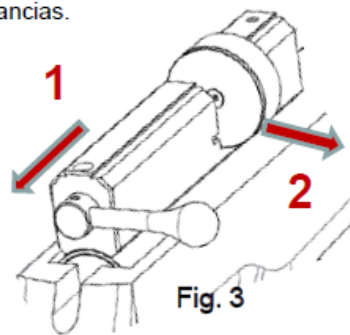

Fig. 3
- Para armar su carabina, bascule la palanca del cerrojo hasta cargarla (Fig. 3, posición 1). Asegúrese de que el cerrojo esté completamente abierto.
- Gire el cargador del balín a la posición de carga (Fig. 3, posición 2) e introduzca el balín (Fig. 3, posición 3) por el orificio del cargador.